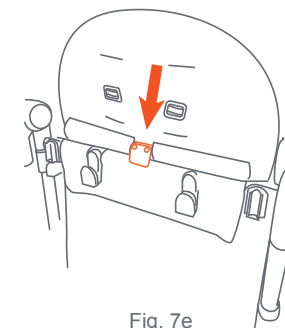

Fig. 7e
- Make sure the plastic tab on the back of the child seat is securely hooked onto the wagon rail (Fig. 7e).
- Asegúrese de que la pestaña de plástico en la parte posterior del asiento para niños esté enganchada de forma segura en el riel del vagón (Fig. 7e).